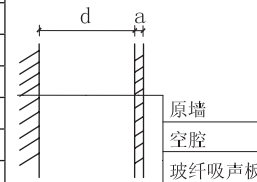

图4.2 吸声构造图
- 3) 根据设计场景的吸声要求，确定声源的相关参数和设计场所的理想效果，使用相应吸声板和构造，以取得预期的效果。对于吸声性能要求较高的场所，宜采用空腔式吸声设计，根据需要在空腔内填充吸声棉。吸声构造的吸声性能见表4.2，吸声构造见图4.2；